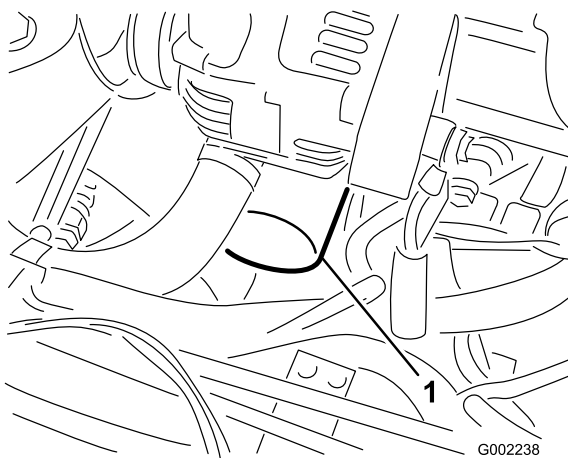

图43
7. 拆下旧机油滤芯 (图43)。
10. 将新机油滤芯装在机油滤芯安装座上。顺时针转动机油滤芯直至橡胶垫片接触到机油滤芯安装座然后将机油滤芯再旋入 $\frac{1}{2}$ 圈 图43。